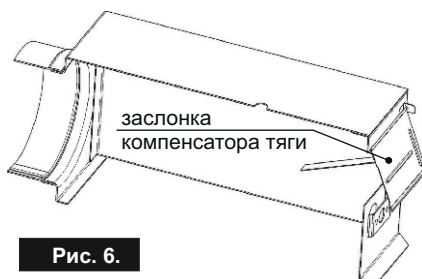

Рис. 6.
- убедитесь в том, что заслонка компенсатора тяги (рис.6) имеет свободный ход (должно наблюдаться свободное качание заслонки). Притянута плотно к плоскости газохода заслонка является показателем недостаточной тяги для работы котла.